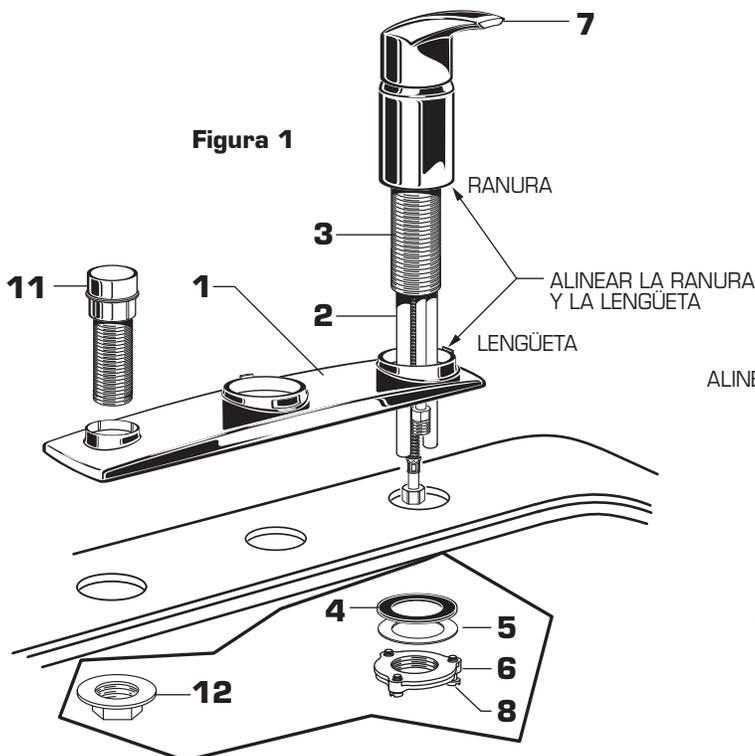

Figura 1
- **Instalación con CHAPETÓN DE CUBIERTA:** Aplique una perlita ligera de masilla de plomero en la parte inferior del ESCUDETE (1) si la superficie de montaje es irregular. Coloque el CHAPETÓN (1) en el fregadero o superficie de montaje con una gran abertura a la derecha, como se muestra en la imagen. Inserte las MANGUERAS (2) y el TUBO (3) de suministro a través del CHAPETÓN (1) y la superficie de montaje. **Asegúrese de que la ranura en la base del accesorio esté alineada con la lengüeta del CHAPETÓN (1). Figura 1.**
- Monte la ARANDELA DE GOMA (4), la ARANDELA DE BRONCE (5) y la CONTRATUERCA (6) en el TUBO (3) por debajo del fregadero o la superficie de montaje. Ajuste la CONTRATUERCA (6) con la mano y verifique que la rotación de la MANIJA (7) de CALIENTE a FRÍA esté centrada.
- Con un destornillador, ajuste los TORNILLOS (8) en la CONTRATUERCA (6). Ajuste la CONTRATUERCA (6), apretando los TORNILLOS (8) gradualmente hasta que todos estén firmes para asegurar una presión uniforme.
- **Instale el SUJETADOR DEL ROCIADOR:** Inserte el SUJETADOR DEL ROCIADOR (11) en el CHAPETÓN (1). Desde abajo del fregadero o de la superficie de montaje atornille la CONTRATUERCA (12) en el tubo del SUJETADOR DEL ROCIADOR (11) y ajústela.
- Inserte la ARANDELA OBTURADORA (1) en el CHAPETÓN (2). Coloque el CHAPETÓN (2) en el fregadero o superficie de montaje. Inserte las MANGUERA (3) y el TUBO (4) de suministro a través del CHAPETÓN (2) y la superficie de montaje. **Asegúrese de que la ranura de la base del accesorio se alinee con la lengüeta del CHAPETÓN (2). Figura 1.**
- Monte la ARANDELA DE GOMA (5), la ARANDELA DE BRONCE (6) y la CONTRATUERCA (7) en el TUBO (4) por debajo del fregadero o la superficie de montaje. Ajuste la CONTRATUERCA (7) con la mano y verifique que la rotación de la MANIJA (8) de CALIENTE a FRÍA esté centrada.
- Con un destornillador, ajuste los TORNILLOS (9) en la CONTRATUERCA (7). Ajuste la CONTRATUERCA (7), apretando los TORNILLOS (9) gradualmente hasta que todos estén firmes para asegurar una presión uniforme.
- **Instale el SUJETADOR DEL ROCIADOR:** Inserte el SUJETADOR DEL ROCIADOR (11) en el CHAPETÓN (12). Inserte el SELLO (14) dentro del ESCUDETE (12). Desde abajo del fregadero o de la superficie de montaje atornille la CONTRATUERCA (13) en el tubo del SUJETADOR DEL ROCIADOR (11) y ajústela.